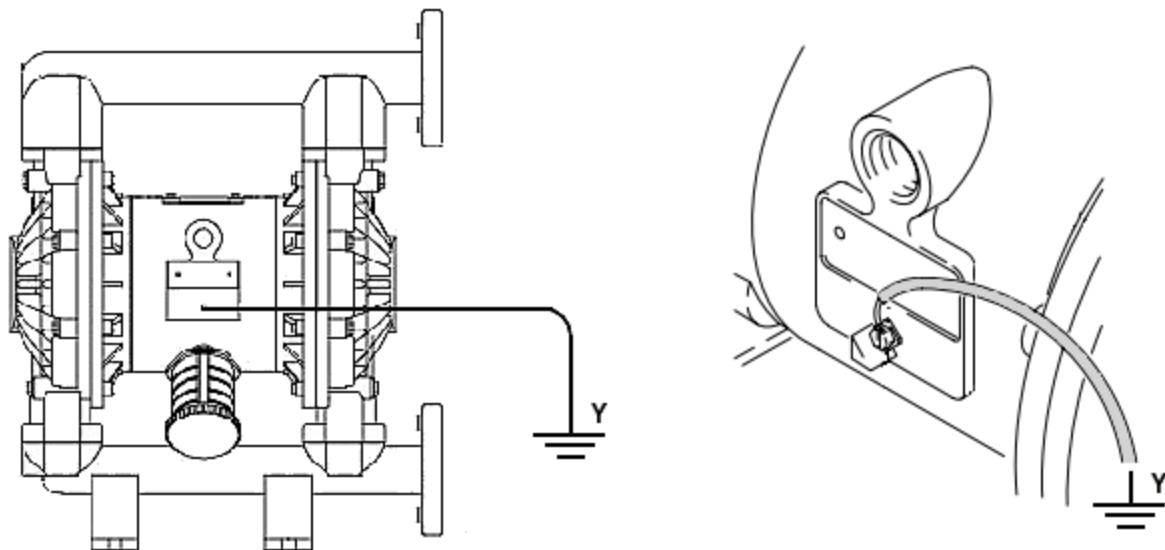

Рисунок 5. Заземление насоса
**Заземление насоса:** Во взрывоопасной среде может работать только насос, полностью сделанный из токопроводящих материалов (металл или токопроводящий пластик). Подсоедините провод заземления к корпусу пневмодвигателя (рис. 5). Для этого необходимо ослабить контргайку на корпусе пневмодвигателя. В гнездо контргайки вставить провод заземления на 1,5-2 мм. Надежно затянуть контргайку. Далее подключить зажим противоположного конца провода заземления к контуру заземления «Y».